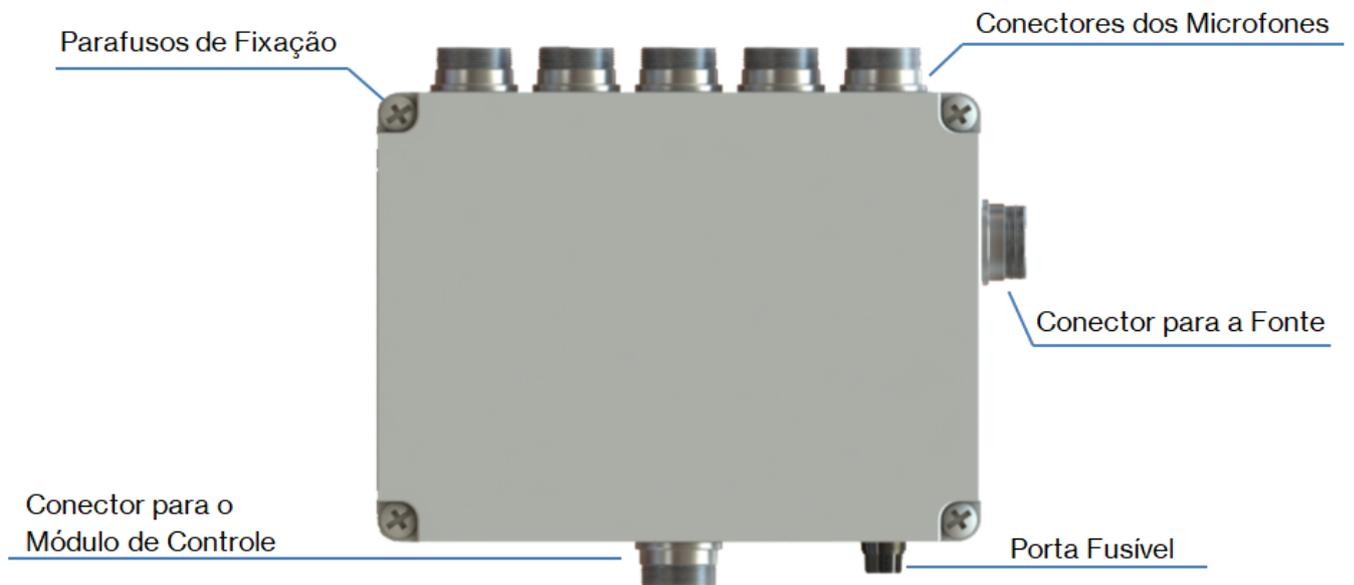

Figura 4: Mapeamento da Centralina.
O pedestal é composto por um tripé de base estável (2) e uma barra fixa (3). Ao final da barra fixa, está posicionada a corneta (6) de captação, com o sensor de captação (5) acoplado e pronto para receber o conector do cabo que leva o sinal até a Centralina (Figura 4). O conjunto possui liberdade de inclinação, com uma trava de inclinação e porca borboleta (4), que garantem a angulação desejada e permitem que a corneta possa ser corretamente alinhada ao rosto do participante.